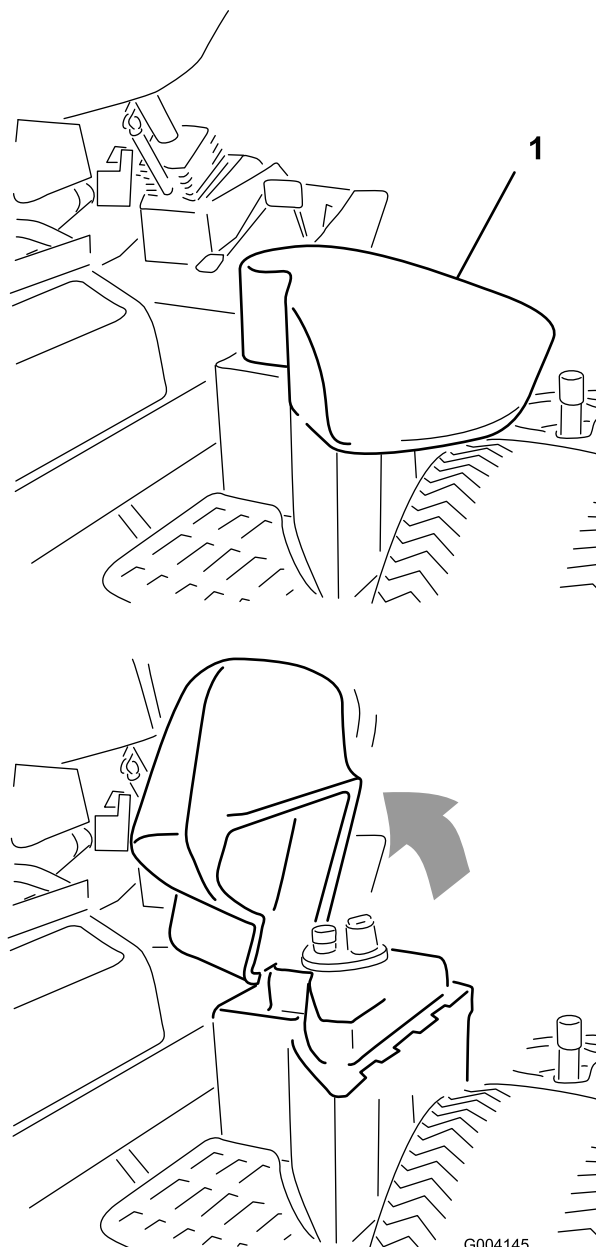

図 35
2. 機体右側から油圧オイル・タンクのカバーを開ける (図 35)。